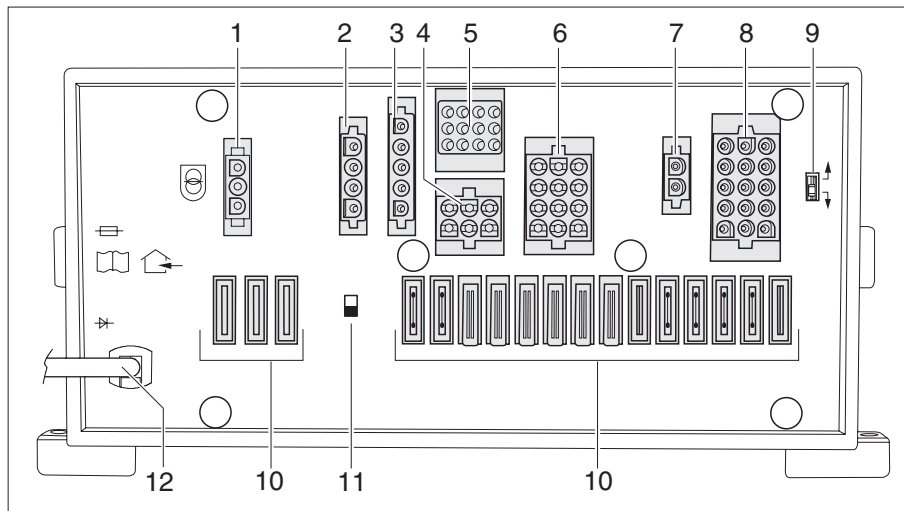

Bild 69 EI-block (EBL 31)
- Batteri-brytaren (Bild 69,11) skiljer alla förbrukare som är anslutna på el-blocket från 12 V-nätet.
Batteri-brytaren (Bild 69,11) kopplar bort samtliga 12 V-förbrukare i bodelen, även säkerhets-/avtappningsventilen. Därigenom förhindras långsam urladdning av bodelsbatteriet om fordonet inte används under längre tid (t.ex. tillfällig avställning).
- ▶ Batteribrytaren (Bild 69,11) trycks uppåt: Batteri På.
- ▶ Batteribrytaren (Bild 69,11) trycks nedåt: Batteri Av.
Om batteriväljaren (Bild 69,9) är felinställd kan det bildas knallgas. Explosionsrisk!
Med batteriväljaren (Bild 69,9) kan el-blockets laddningsmodul ställas in för fordonets bodelsbatteri ("bly-gel", "bly-syra" eller AGM).